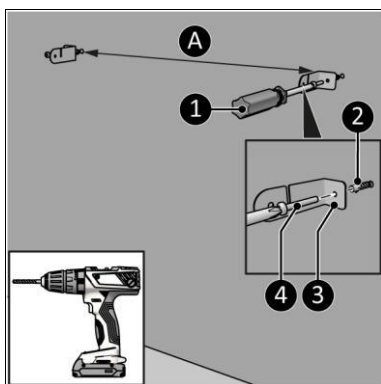

Figura 10
4. Faceți două găuri la cel puțin 610 mm deasupra podelei și la o distanță de (Figura 10, poz. A):
5. Puneți diblurile (Figura 10, poz. 2).
6. Însurubați și strângeți un suport stânga și unul dreapta (Figura 10, poz. 3) pe perete cu un șurub mare (Figura 10, poz. 4), folosind o șurubelniță cu cap în cruce (Figura 10, poz. 1).